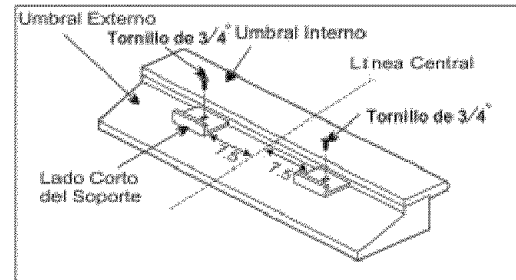

Fig. 5
5. Instale los soportes en L en el umbral externo, de modo que la parte más corta del soporte apoye contra la parte posterior del umbral interno. Instale un soporte en L a 7.5° de cada lado de la línea central. Vea la Fig. 5.